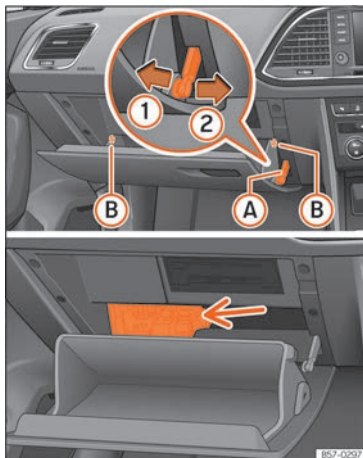

Fig. 106 Guantera (guía derecha): acceso a la caja de fusibles.
- Desmonte el freno de apertura »» fig. 106 **A** en dos pasos: primero desbloquee el freno tirando de él hacia atrás (flecha ①) y después desplácelo ligeramente hacia la derecha (flecha ②). Desmonte la guía cuando la tapa esté en apertura normal (30°).